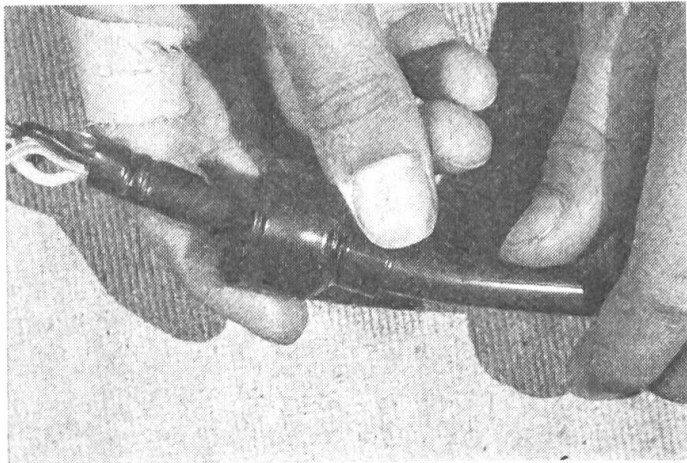

Abb. 6
- Vor der Montage ist als erstes die Gummitülle über das Kabel zu schieben (Abb. 6).